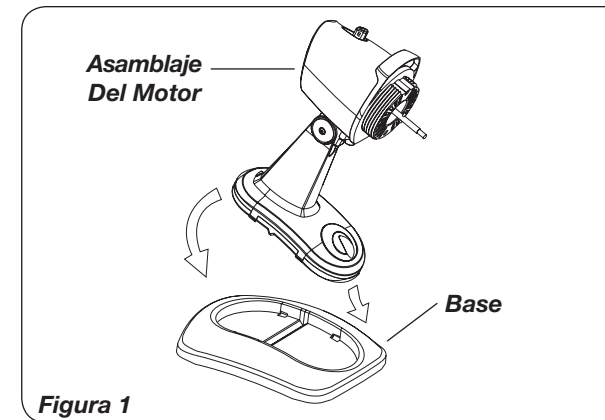

Figura 1
1. Inserte la parte delantera del *Asamblea Del Motor* hacia la parte delantera de la *Base*. Empuje así atrás en el *Asamblea del Motor* y acomodelo completamente en su posición. (Figura 1)